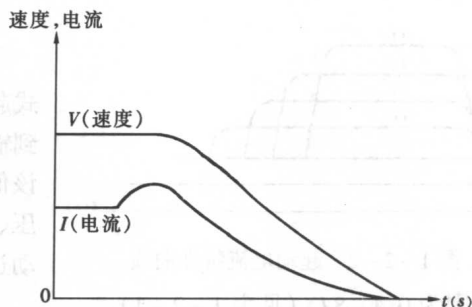

图 1-2-4 软停机
(1) 自由停机。该方式停止电动机时, 软起动器断开旁路接触器随即封锁主电路晶闸管的输出, 电动机依负载惯性逐渐停机。
(2) 软停机 (过程如图 1-2-4 所示)。该方式停止电动机时, 电动机的供电由旁路接触器切换到主电路晶闸管, 软起动器的输出电压由额定电压在设定的软停时间内逐步降低至零, 电动机停止运行。其停机时间可根据负载要求进行设定, 设定范围为 $1 \sim 100s$ 。